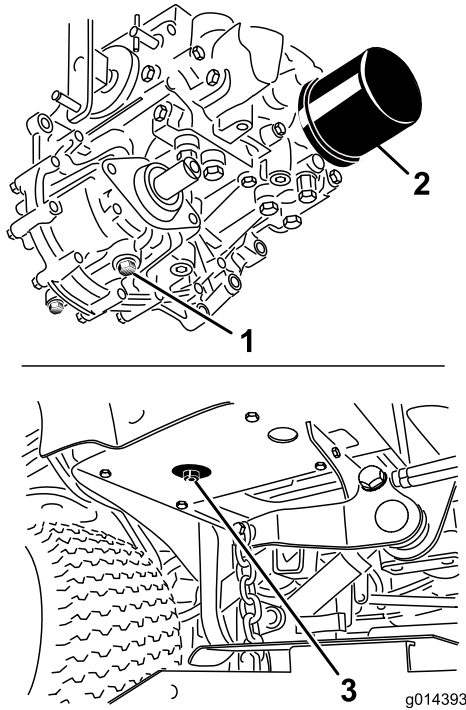

図 49
- 油圧オイルタンクとトランスミッションケースの下にオイルを受ける大型の容器を置き、それぞれのドレンプラグを外してタンク内のオイルを完全に排出、回収する(図 49)。
- 油圧オイルフィルタ取り付け部の周辺をウェスできれいに拭き、フィルタを外す(図 49)。